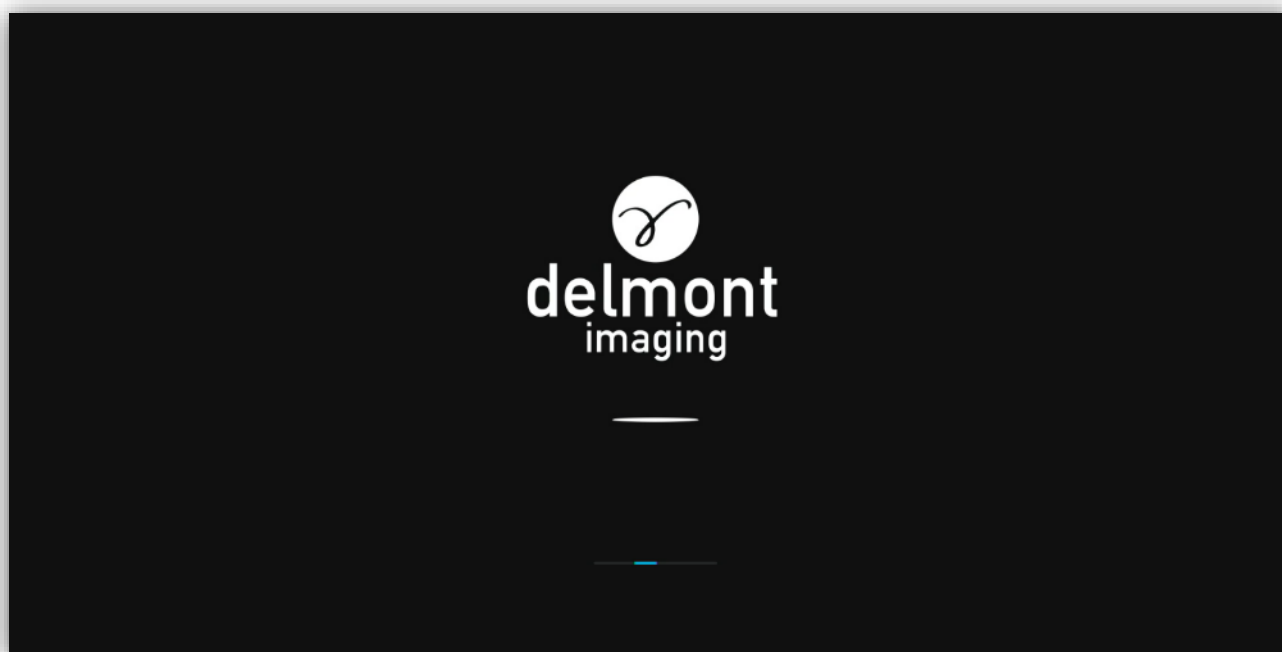

Figura 5 - Pantalla de arranque
- El monitor muestra una pantalla de arranque con el logotipo de Delmont imaging (ver Figura 5).